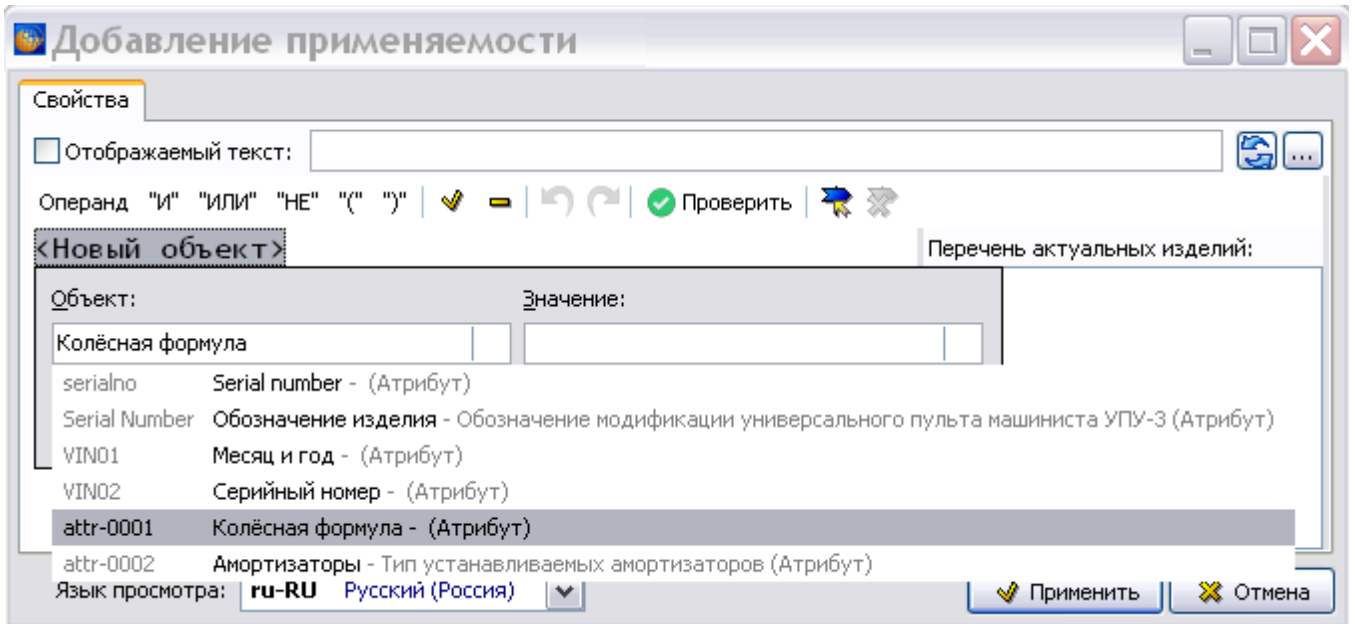

Рисунок 675
4) В окне **Добавление применяемости** нажмите на кнопку **Добавить операнд** **Операнд** или в контекстном меню выберите команду **Операнд**. После этого откроется дополнительное диалоговое окно **<Новый объект>** (рисунок 675).